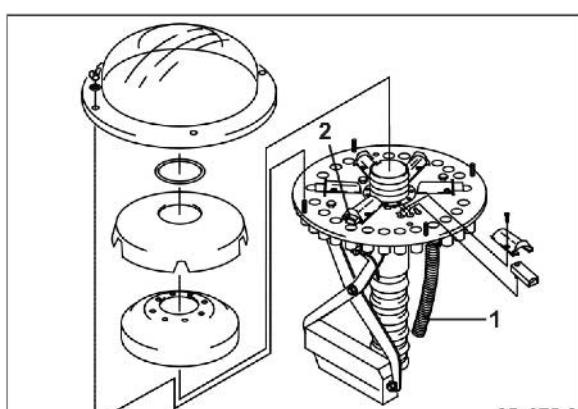

Рис. 133
1. Подставьте под сливное отверстие (Рис. 133/1) подходящую емкость (вместимость не менее 35 л).